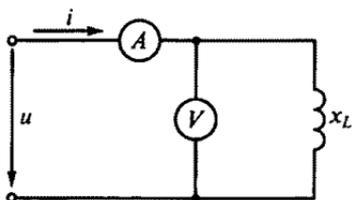

Рис. 93
3.47. Напряжение на зажимах цепи, показанной на рис. 93, $u = 100 \sin 314t$. Каковы показания амперметра и вольтметра, если $x_L = 100$ Ом?